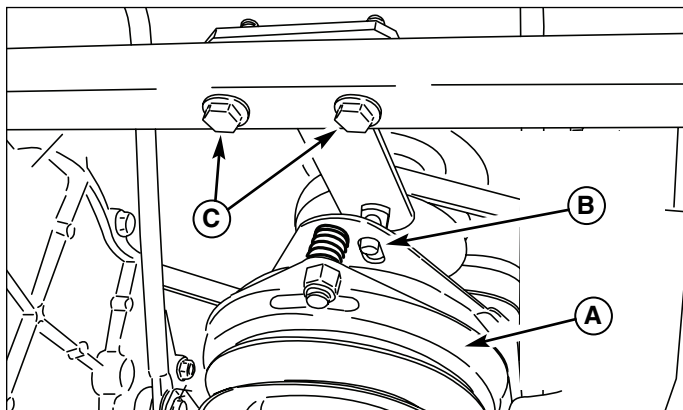
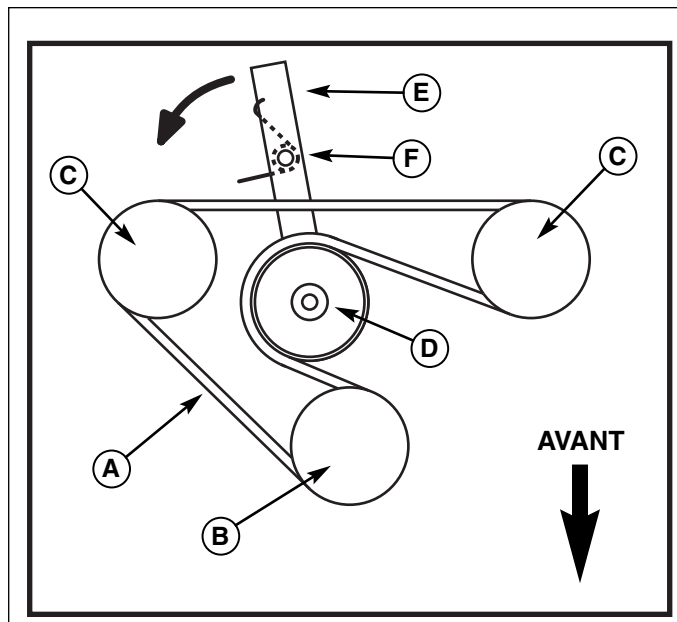

Figure 33a. Support antirotation
Figure 33b. Remplacement de la courroie d'entraînement de transmission
3. Relâchez la tension de la courroie de transmission (A, Figure 33a) en déplaçant le bras de tension (E) dans la direction indiquée par la flèche incurvée, et enlevez la vieille courroie des poulies de vilebrequin et de transmission.
4. Desserrez (sans l'enlever) la visserie de support antirotation (C, Figure 33a), et sortez la vieille courroie entre la goupille antirotation (B) et la prise de force (A).
- C. Poulie de transmission (2)
5. Inversez les étapes 3-4, installez la nouvelle courroie, en suivant le cheminement de la Figure 33b. Assurez-vous que la face en V de la courroie passe dans les rainures des poulies de vilebrequin et de transmission (B & C). Assurez-vous également que la goupille antirotation (B, Figure 33a) est bien insérée dans la fente antirotation sur la prise de force avant de serrer la visserie (C).